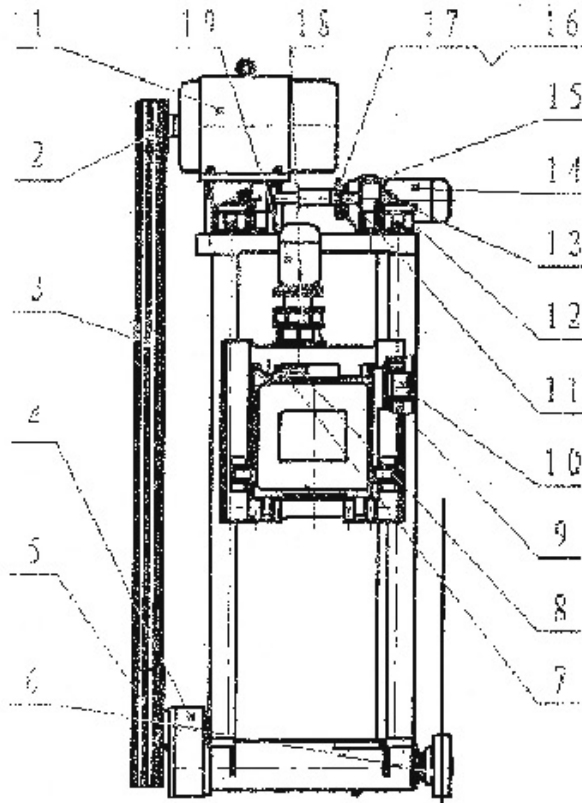

图 7 QJS260/3 传动机构
三、QJS260/3 型主要传动机构工作原理（见图 7）
1、锯片旋转传动机构（见图 7）
2、锯片进给传动机构（见图 7）
3、锯片升降传动机构（见图 7）